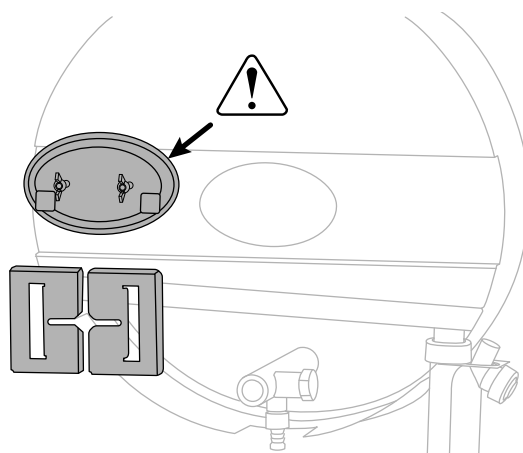

fig. 52 - Contrôle du joint de trappe arrière
- Contrôler l'état du joint de la trappe de la boîte à fumées. Contrôler l'état du joint entre la boîte à fumées et l'adaptateur cheminée (*fig. 52, page 72*). **Les remplacer si leur état le nécessite.**